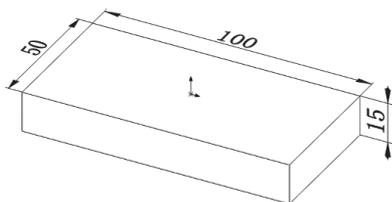
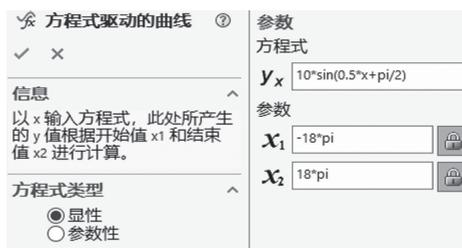

图5-12 绘制长方体
图5-13 输入正弦函数参数
(1) 单击“新建”按钮 ，弹出“新建SolidWorks文件”对话框，单击“零件”按钮 。
(2) 先创建一个长方体，尺寸为 $100\text{mm} \times 50\text{mm} \times 15\text{mm}$ ，如图5-12所示。
(3) 单击  旁边的▶符号，在菜单栏中选择“工具”→“草图绘制实体”→“方程式驱动的曲线”命令，选择实体的上表面为草绘平面，弹出“方程式驱动的曲线”属性管理器。
(4) 先单击“显示”单选框，在“ y_x ”栏中输入“ $10*\sin(0.5*x+\pi/2)$ ”，在“ x_1 ”栏中输入“ $-18*\pi$ ”（起始值），在“ x_2 ”栏中输入“ $18*\pi$ ”（终止值），如图5-13所示。（提示：必须先切换到英文输入模式下，再输入上述公式，否则系统会提示出错。）